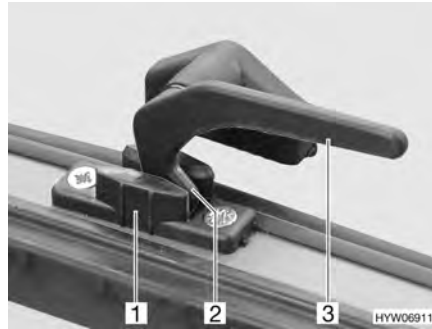

Bild 59 Låsarm i läget "kontinuerlig vädring"
- I läget "kontinuerlig vädring" (Bild 59)
- Sväng låsarmen (Bild 59,3) ett kvarts varv mot fönstrets mitt.
- Sväng låsarmen ett kvarts varv mot fönsterkarmen. Därvid måste låsspaken (Bild 59,2) föras in i spåret på fönsterlåset (Bild 59,1).